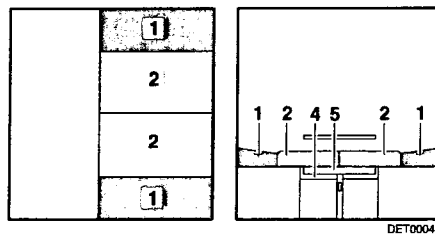

Bild 38 Nach dem Umbau
- Die Sitzpolster (Bild 38,2) zur Mitte ziehen.
- Die Rückenpolster (Bild 38,1) zwischen die Sitzpolster und die Wand legen.